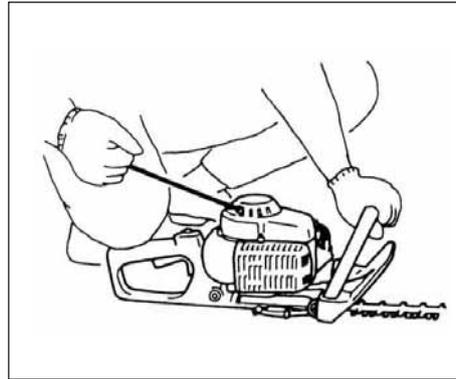

Рис. 2-4
4. Быстро потянуть возвратный стартер, крепко удерживая рычаг в руке и не позволяя ему защёлкнуться назад. (Рис. 2-4, 4B)